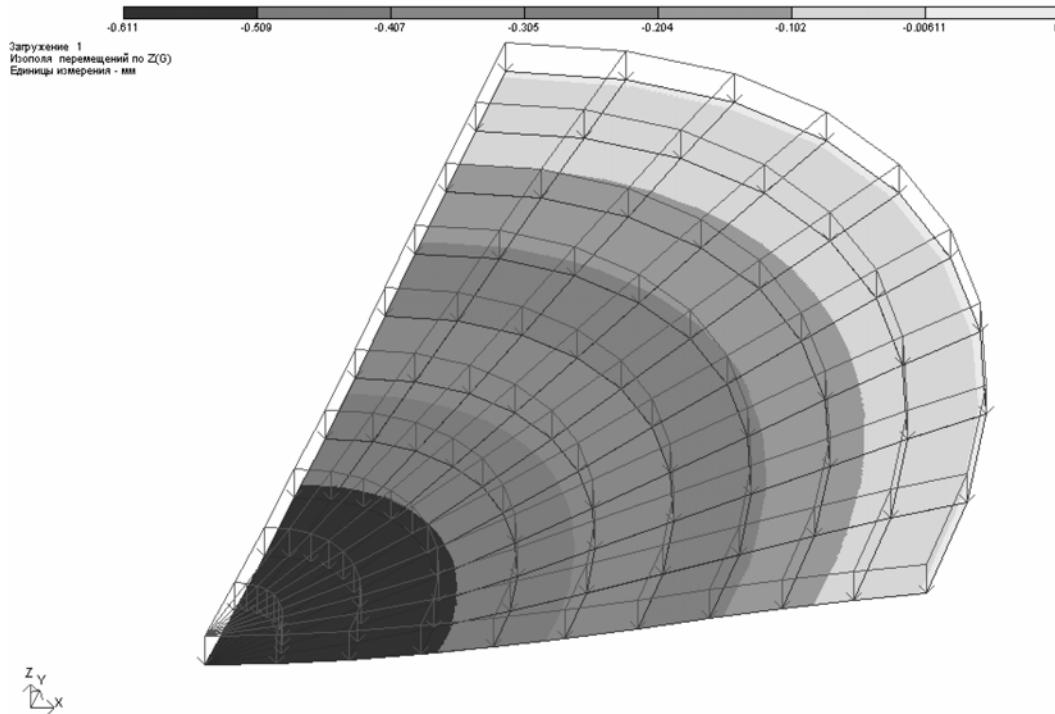

Рис.6.14. Изополя перемещений по направлению глобальной оси Z
- Переключите схему в изометрическую проекцию (рис.6.14) с помощью меню **Вид** ⇒ **Изометрия** (кнопка  на панели инструментов).